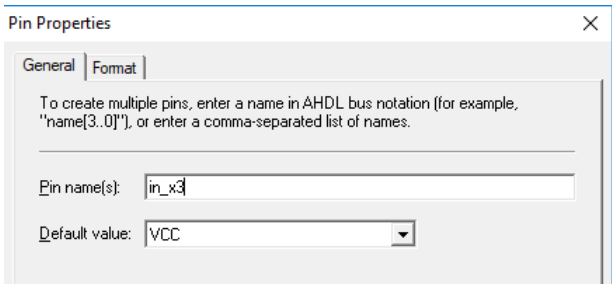

Рис. 1.21. Інструмент для призначення імені контакту
4.4. Призначте ім'я кожному контакту. Для цього натисніть правою кнопкою миші на одному з контактів. Оберіть команду **Properties** із контекстного меню. У вікні, що відкрилося, на вкладці **General** введіть ім'я контакту в текстовому полі **Name** (рис. 1.21).